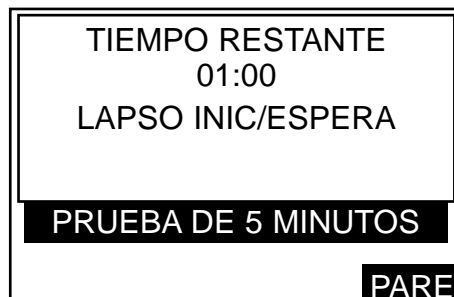

Figura 77. Pantalla de visualización de lapso inicial de espera.
2. Pulsando la tecla INICIAR, la pantalla será parecida a la figura 77.
2. Al pulsar la tecla INICIAR, se inicializa la PRUEBA 1. La pantalla aparecerá de forma similar a la figura 77. La visualización indica que está teniendo lugar el lapso inicial y el tiempo restante aparece en minutos y segundos.
2. Al pulsar la tecla INICIAR, se inicializa la PRUEBA 1 y la pantalla aparecerá de forma similar a la figura 77. La visualización indica que está teniendo lugar el lapso inicial de 2 minutos 20 segundos y el aparece el tiempo restante. Después haberse completado el lapso inicial de espera, la alta tensión se conecta y se aplica a la muestra. La pantalla será parecida a la figura 78.
2. Al pulsar la tecla INICIAR, se inicializa la PRUEBA 1 y la pantalla aparecerá de forma similar a la figura 77. De seleccionarse, el agitador funciona y continúa funcionando durante toda la secuencia de prueba.